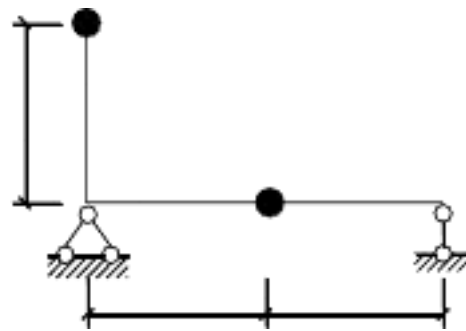

图 6
2. 图 6 结构质量忽略不计, $EI=$ 常数。列出其振动频率方程 (15 分)。